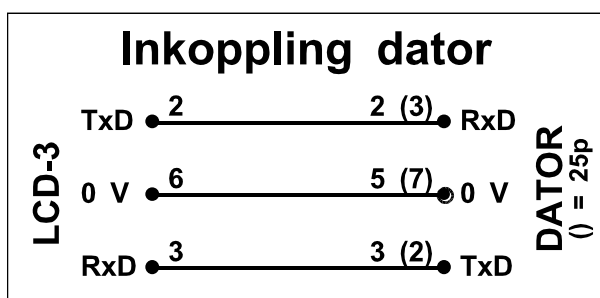

Bild 6.4.6 – Inkoppl. av dator (Även det generella protokollet)
då ett meddelande varje sekund till datorn. Meddelandet består av 5 fält innehållande satsvikt (BW), bruttovikt (GW), nettovikt (NW), totalt sats (TB) och summa (SW). Fälten innehåller ett högerjusterat numeriskt värde med eventuellt decimalkomma. Varje fält åtföljs av inställda kontrolltecken och meddelandet inleds och avslutas med kontrolltecken. Se 4.2.5.1 för kontrolltecken och bild 6.4.5 för exempel på datasträng. Inkoppling av dator sker enligt bild 6.4.6.